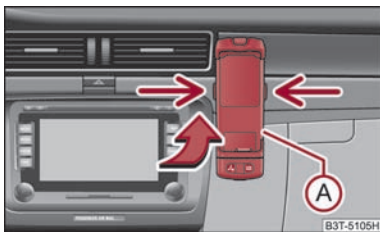

Abb. 145 Universale Vorbereitung für das Telefon
- Schieben Sie zuerst den Adapter  in Pfeilrichtung \Rightarrow Abb. 145 bis zum Anschlag in den Halter. Drücken Sie den Adapter leicht nach unten, bis er sicher einrastet.
- Drücken Sie gleichzeitig die seitlichen Verriegelungen des Halters \Rightarrow Abb. 145 und nehmen das Telefon mit Adapter heraus.